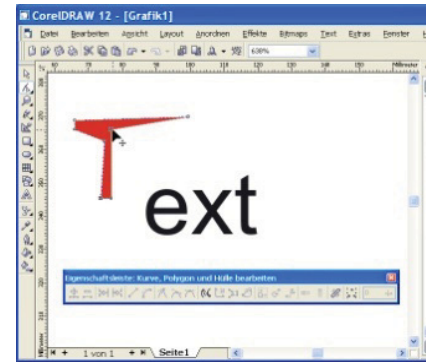

Abb. 9-33: Grafiktext in Kurven umgewandelt und bearbeitet
- Mit reMT | IN KURVEN KONVERTIEREN kann Grafiktext in Kurven umgewandelt werden ►► aus mehrzeiligem Text wird eine Gruppe von Kurvenobjekten, einzelne Worte und einzelner Text bilden ein Kurvenobjekt, das mit M ANORDNEN | KOMBINATION KURVE AUFHEBEN in kleinere Einheiten zerlegt und als Grafik editiert werden kann (Abb. 9-33).